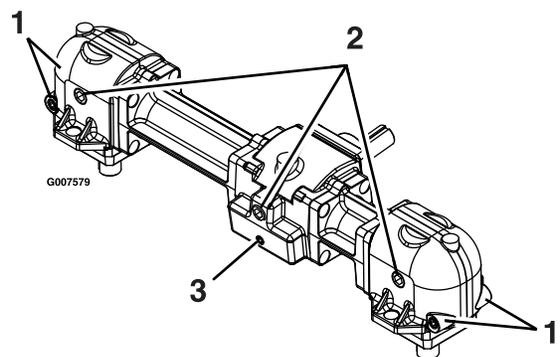

Figura 37
3. Parafuso (3)
6. Retire o tampão de escoamento de óleo grande na frente de cada uma das três seções das caixas de velocidades e escoe o óleo (Figura 37).